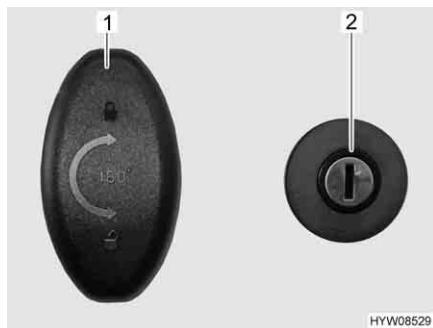

Fig. 50 Serratura della porta (porta del garage)
*Apertura:* ■ Inserire la chiave nel cilindro della serratura (Fig. 50,2) e ruotare in senso orario. La chiusura centralizzata è sbloccata.
■ Girare la la maniglia della serratura (Fig. 50,1) in senso antiorario di un mezzo giro e aprire la porta del garage.
■ Girare la la maniglia della serratura (Fig. 50,1) in senso antiorario di un mezzo giro.
■ Inserire la chiave nel cilindro della serratura (Fig. 50,2) e ruotare in senso antiorario. La chiusura centralizzata è bloccata.